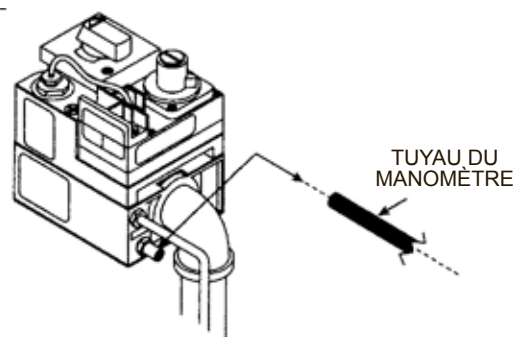

Figure 34: Pression du gaz
4. Fixer la manomètre au mamelon du tuyau de 1/3 po. Voir la figure 34.